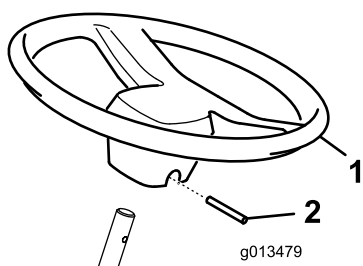

図 2
2. ハンドルをステアリング シャフトにはめ込む (図 2)。
3. ハンドルを取り付け位置にロールピンで固定する ((図 2))。